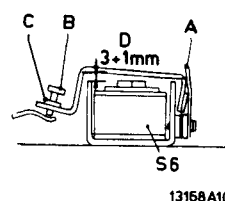

Fig. III-12
- Den Hub des Ankers des Elektromagneten S6 kontrollieren. Der Abstand D soll 3 ± 1 mm betragen (siehe Abb. III-12) und kann durch Biegen der Arretierplatte A eingestellt werden.